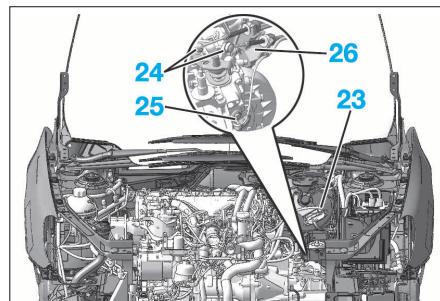

FIG. 77
- Débrancher la sonde de pression différentielle du FAP (23) (Fig.77).